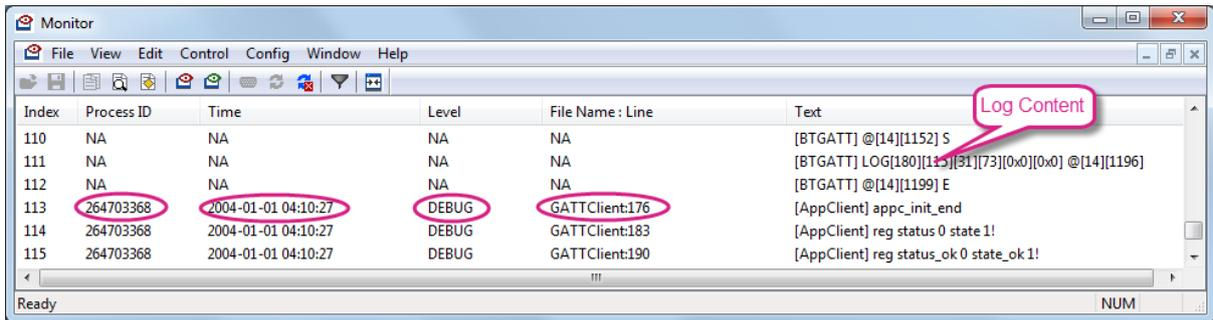

图 35 硬件连接记录
- 4) 一旦开发板连接已建立，您将可以看到记录时间，记录等级，文件名称和记录内容如图 35 中的记录显示。